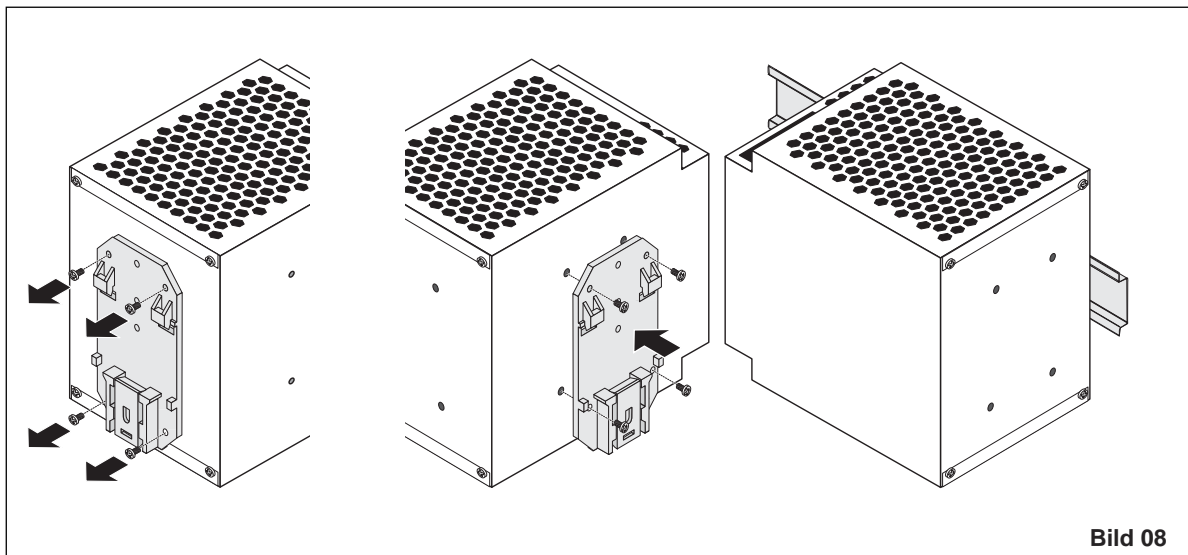

Bild 08
Eine flache Einbaulage erreichen Sie durch Montage 90 ° zur Tragschiene. Montieren Sie dazu den Tragschienenadapter (UTA 107) ⑦ wie in Bild 08 beschrieben. Hierzu ist kein weiteres Montagematerial erforderlich. Befestigungsschrauben: Torx T10 (Anzugsmoment 0,8 - 0,9 Nm/7-8 lb in.).